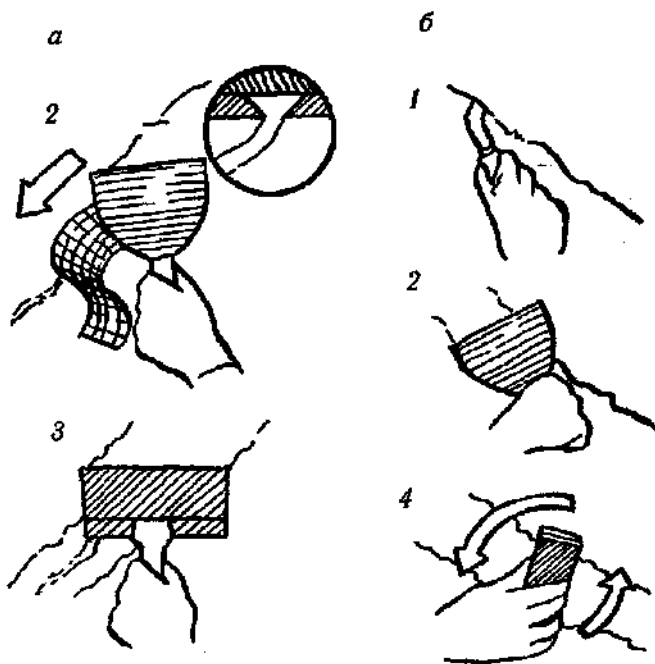

Рис. 135. Заделка трещин: а — больших; б — мелких; 1 — разделка трещин; 2 — шпатлевание; 3 — финишное шпатлевание; 4 — шлифование.
*Заделка трещин.* Схема ремонта в случае больших трещин приведена на рис. 135. Такие трещины разделяют, очищают от пыли, отставших кусков **шту-**